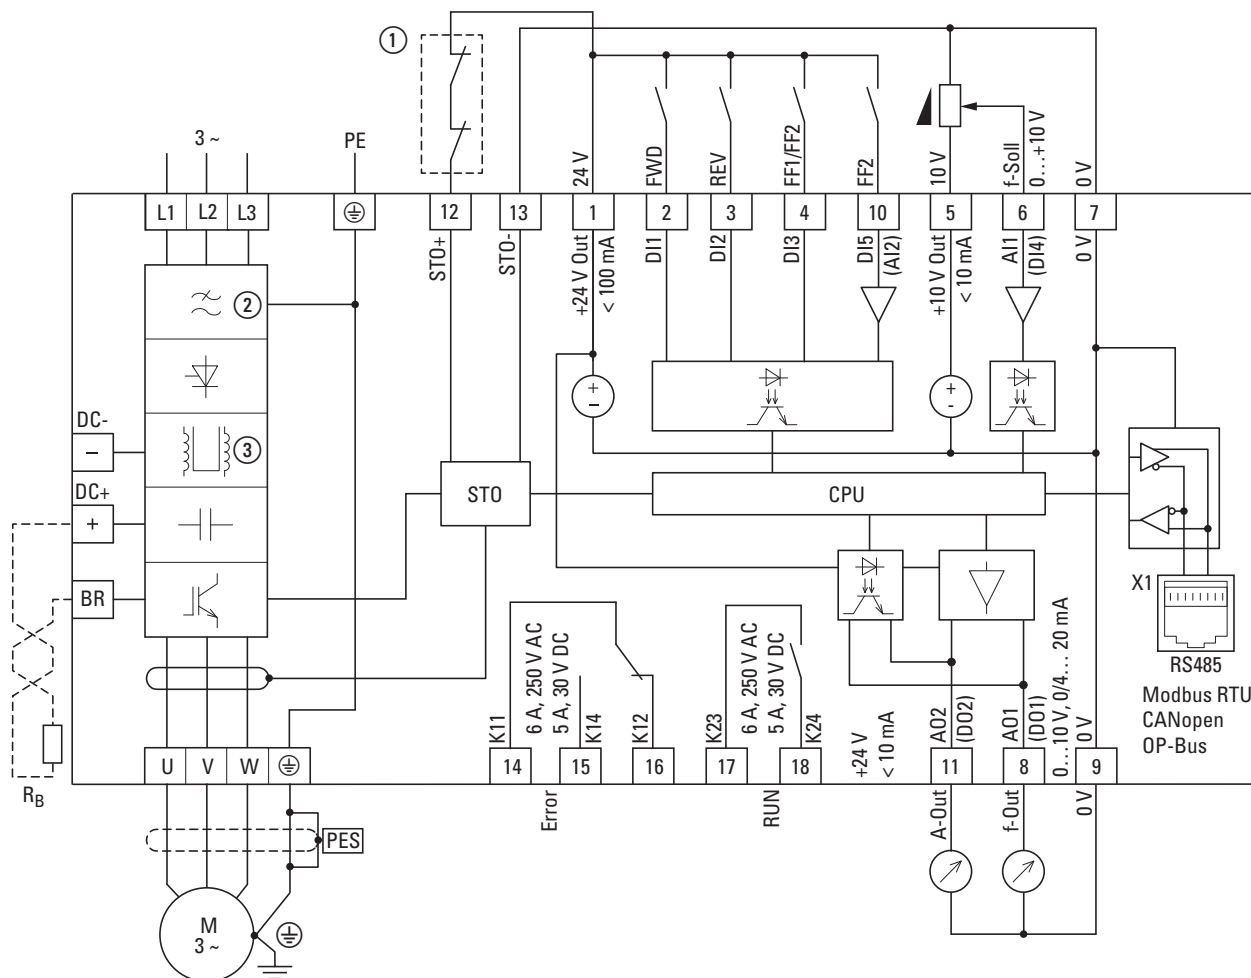

Figura 87: Schema a blocchi DA1-...-B55C
① Rilascio diretto della funzione STO o del relè: Safe Torque Off (STO), SIL 2 (EN 61800-5-2) come in → Figura 87, pagina 122.
② Il filtro RFI non è incluso nell'unità DA1-35-...-B6XC.